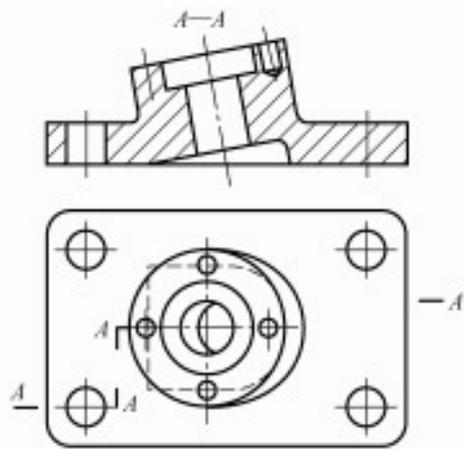

图 4-56 倾斜圆的投影
- ❖ (13) 倾斜角度小于或等于 30° 的斜面上的圆或圆弧，其投影可用圆或圆弧代替，如图 4-56 所示。